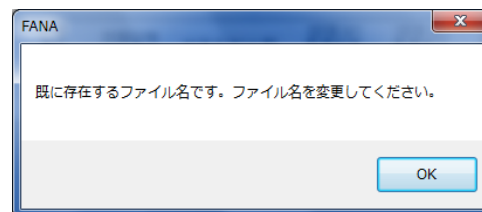

図3
- ・「ファイル名」は、設計番号がデフォルトで表示されます。同一ファイル名がすでに存在する場合には、エラーメッセージ(図3)が表示されますので、ファイル名を変更してください。